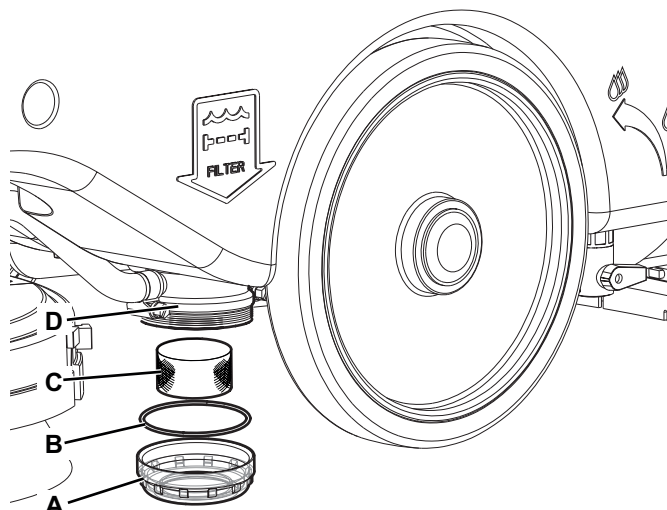

Abbildung 7
1. Reinigungslösungstank (15) wie im entsprechenden Abschnitt erläutert entleeren.
4. Den durchsichtigen Deckel (A, Abb. 7) abschrauben, die Dichtung (B), dann den Netzfilter (C) herausnehmen. Ihn reinigen und in den Halter (D) montieren.